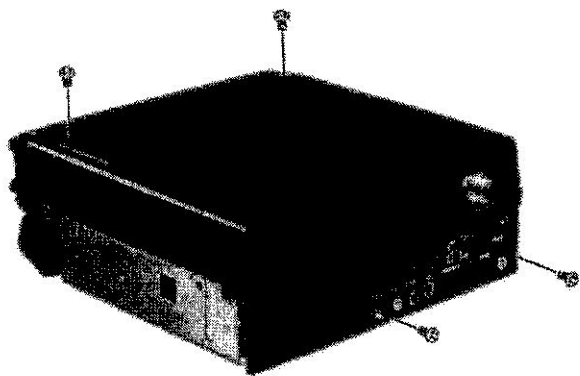

Рис. 4: Снятие Верхней крышки/радиатора
- Поместите трансивер верхней стороной вверх, и удалите четыре винта, указанные на рис. 4.
- ☐ Установите верхнюю крышку/радиатор, направляя светло-голубой диапазонный кабель вокруг заднего левого угла шасси (если смотреть сзади), а затем убедившись, что провода не зажаты, закрепите четыре винта, показанные на рис. 4.